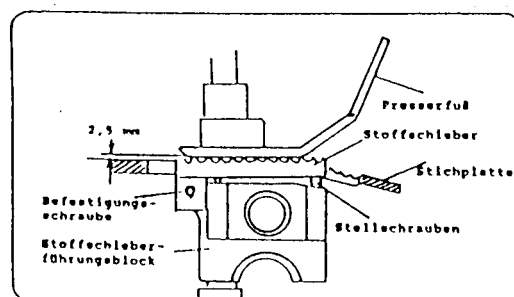

Abb. 15
6. Zum Wechsel des Stoffschiebers entfernen Sie die Befestigungsschraube und ziehen den Stoffschieber unter der Stichplatte heraus. Der Einbau erfolgt in umgekehrter Reihenfolge. (Abb. 15)